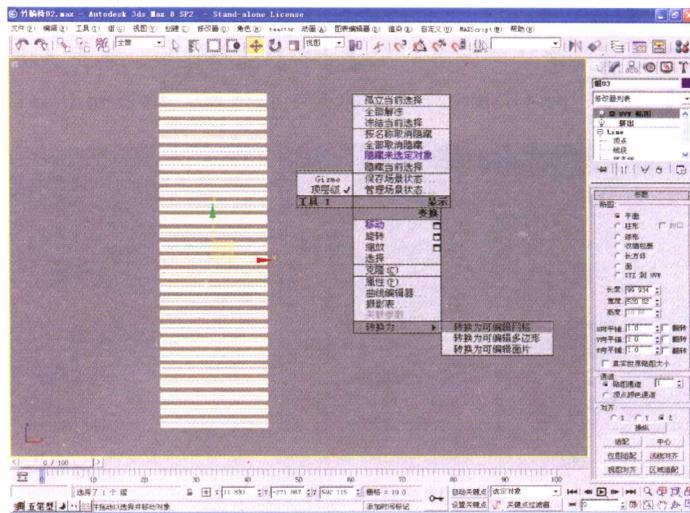

图 1-18 将对象转换成可编辑网格对象
(17) 框选所有的竹条对象，在菜单栏上单击【组】/【成组】命令，将其成组，组名为“组 03”。在视图上右击，在弹出菜单中单击【转换为/转换为可编辑网格】命令，如图 1-18 所示，将对象转换成可编辑网格对象，以节省系统资源。